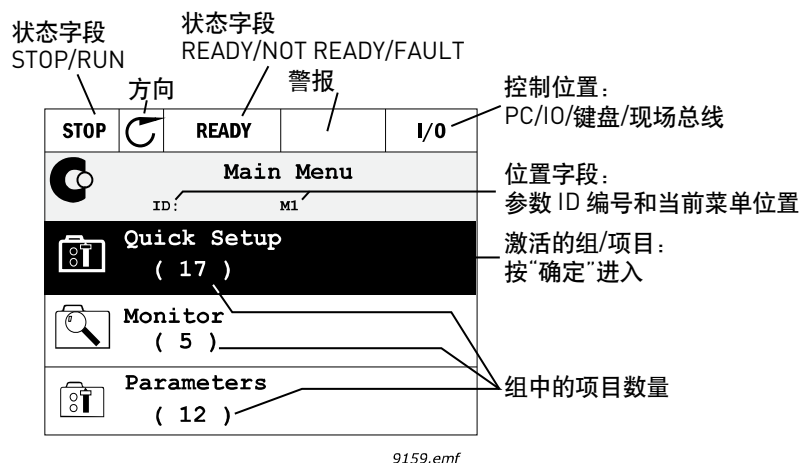

图 21 主菜单
*位置字段* 指示您当前的位置。*状态字段* 提供有关变频器目前状态的信息。请参见图 21。